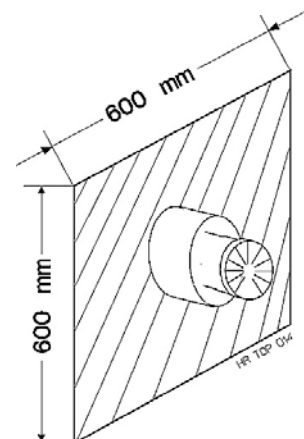

Fig. 3
- ▶ Rond de muurdoorvoer mogen zich in een gebied van 600 x 600 mm geen hindernissen (bvb. vensterbank, regenpijp, enz.) bevinden (zie fig. 3).
- ▶ Aucun obstacle (p. ex. rebord de fenêtre, tuyau eau de pluie, etc.) ne peut se trouver dans une zone de 600 x 600 mm autour de l'évacuation murale (voir fig. 3).